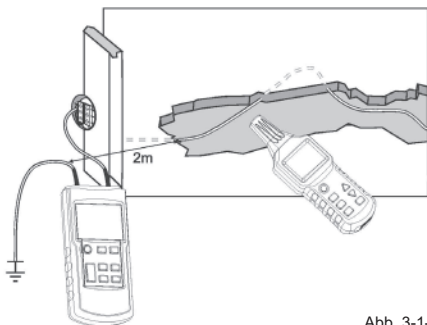

Abb. 3-1-9
- Schließen Sie den Transmitter wie in Abb. 3-1-9 dargestellt an.